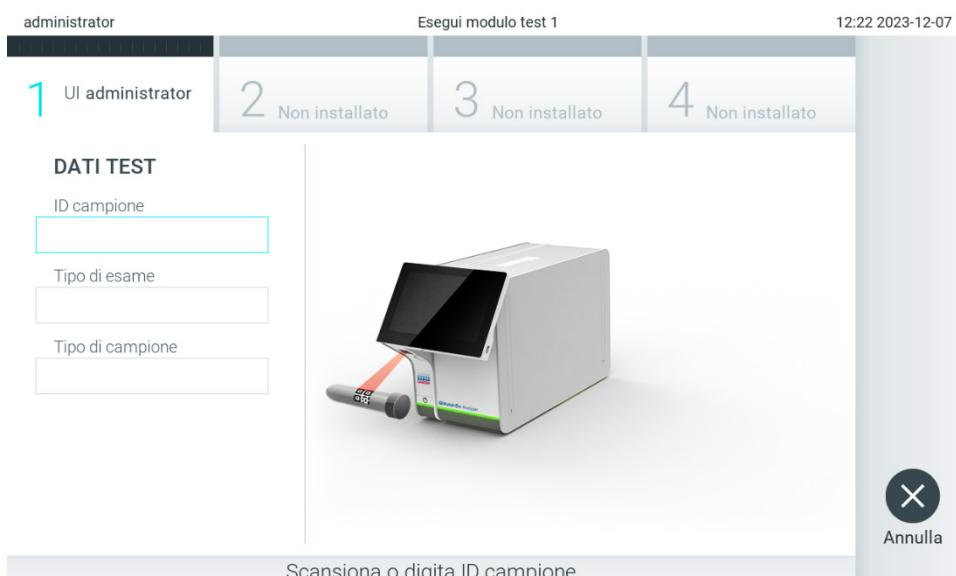

Figura 23. Scansione del codice a barre dell'ID campione.
- Quando richiesto, eseguire la scansione del codice a barre dell'ID campione utilizzando il lettore di codici a barre integrato nel modulo operativo (Figura 23).